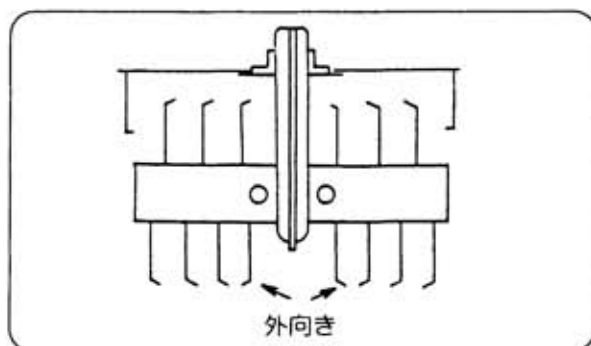

図55
(9) ドラムローターの取付 (図55)
- ① ドラムローターの刃の配列はミッションケース左右の1本は外向きに、その他は全部内向きに取り付けてください。ローターが逆転式ですから、刃の曲がり方向に注意してください。